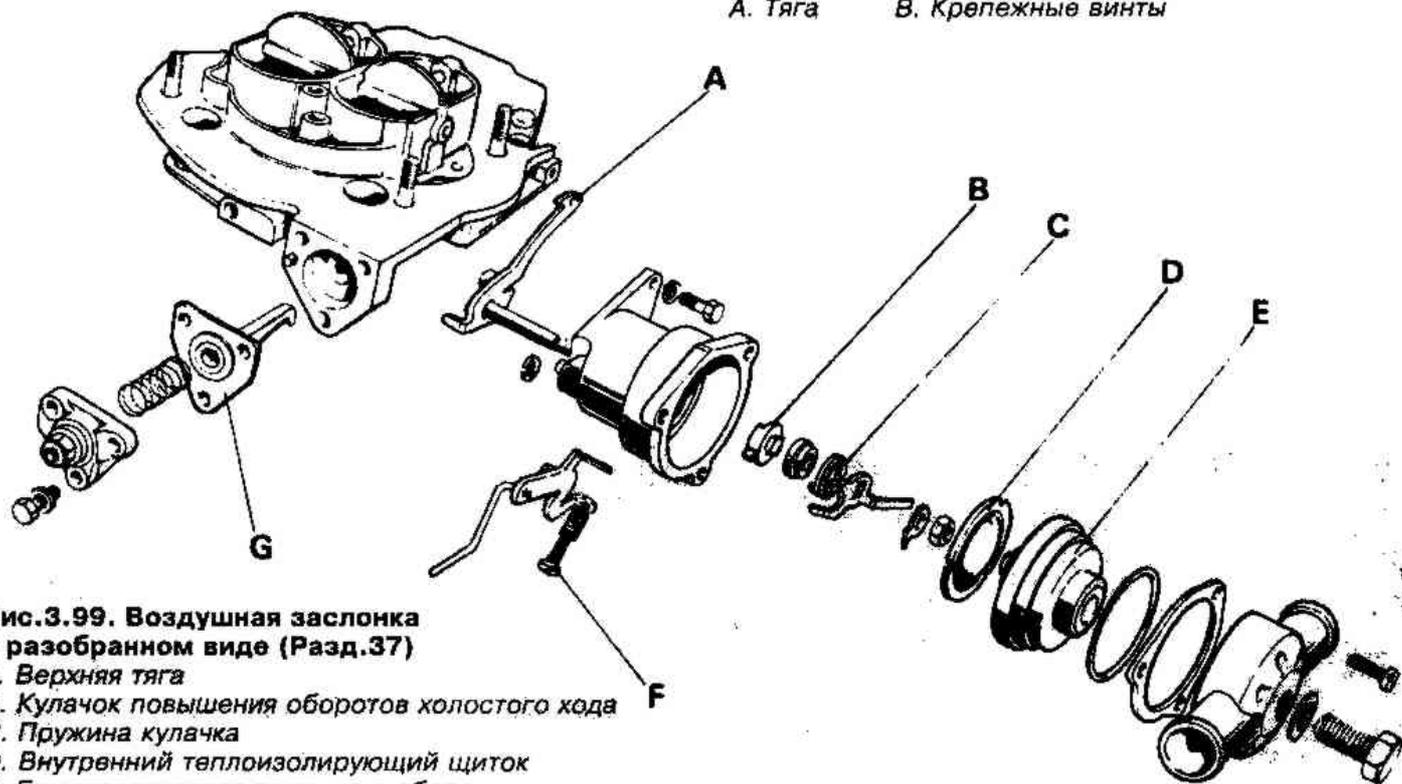

Рис.3.99. Воздушная заслонка в разобранном виде (Разд.37)
11. Соберите воздушную заслонку в порядке, показанном на Рис.3.99, и присоедините собранную заслонку к верхней части корпуса карбюратора.